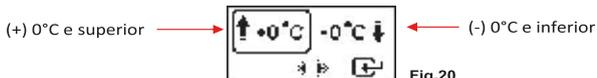

Fig.20
17. O analisador terá em consideração a temperatura ambiente e o prompt para entrada de temperatura mostrada na Fig. 20 abaixo quando ele detectou marginal condição de bateria (SOC inferior a 75%):